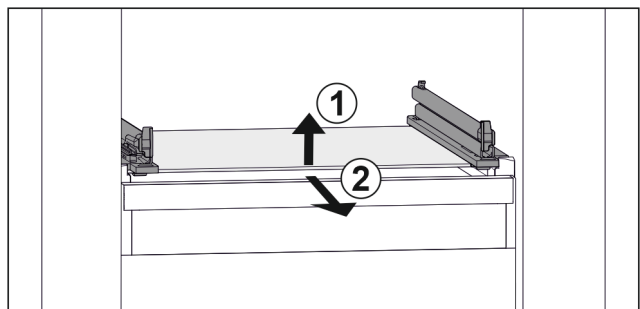

Fig. 45 Beispielhafte Darstellung der Glasplatte
- ▶ Glasplatte vorne anheben. Fig. 45 (1)
- ▶ Glasplatte nach vorne entnehmen. Fig. 45 (2)